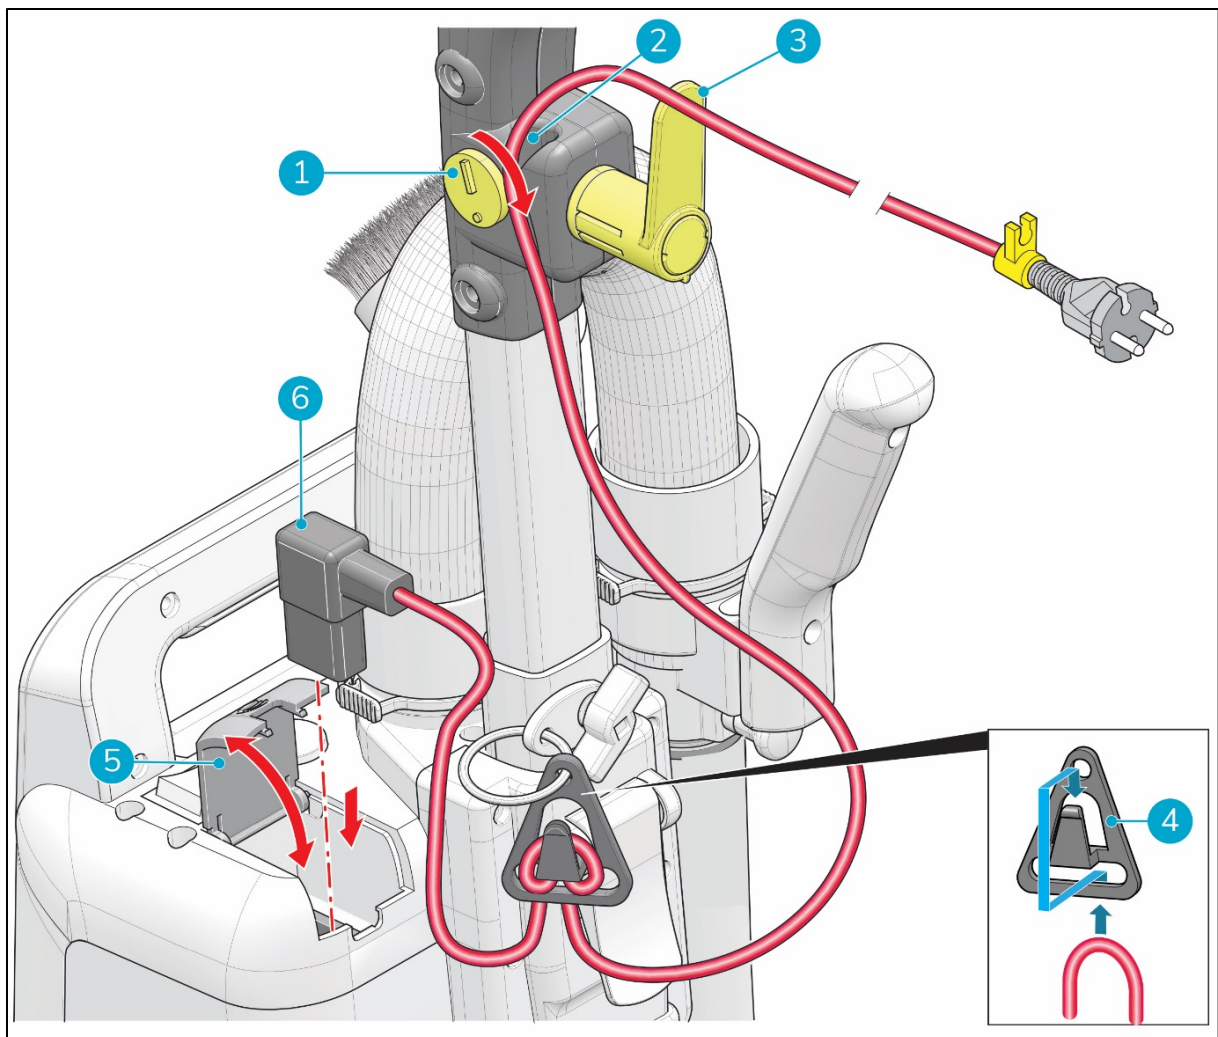

Figura 10
1. Abre la tapa (Figura 10, pos. 5).
2. Inserta el conector del cable de alimentación principal en la ranura (Figura 10, pos. 6).
3. Cierra la tapa (Figura 10, pos. 5).
4. Pasa el cable de alimentación principal por el dispositivo de prevención de tirones (Figura 10, pos. 4) y fija el cable de alimentación principal.
5. Gira el clip amarillo (Figura 10, pos. 1) hacia un lado para abrir el conducto para el cable de alimentación (Figura 10, pos. 2).
6. Inserta el cable de alimentación principal en el conducto para el cable de alimentación (Figura 10, pos. 2).
7. Fija el cable de alimentación principal con el clip amarillo (Figura 10, pos. 1).
8. Gira el gancho amarillo para el cable de alimentación (Figura 10, pos. 3) a la posición vertical.